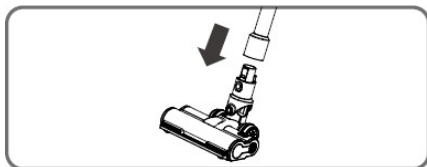

Figura 3
- Empuje un extremo de la abertura circular del cepillo en el extremo del tubo de expulsión de aire asegurándose de que esté completamente asentado y firmemente asentado. La instalación está completa (Figura 3).